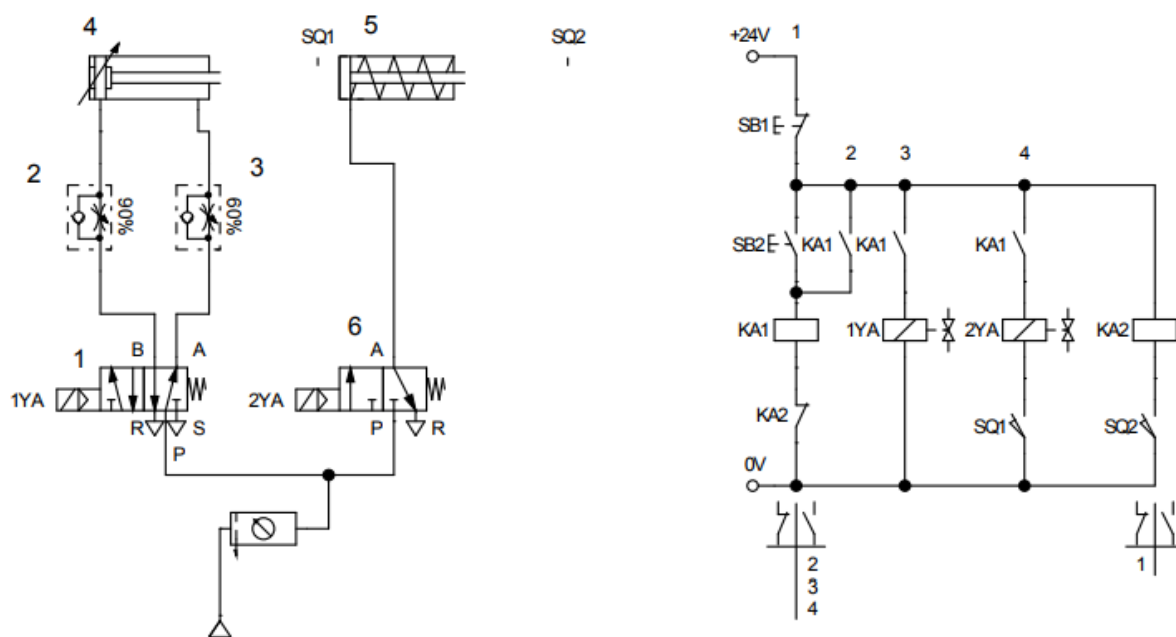

图 H 2 双气缸顺序动作控制系统气动回路和电气控制线路
(1) 任务描述 安装并调试双气缸顺序动作气动系统，气动回路图和电气控制线路图如下图 H 2 所示：